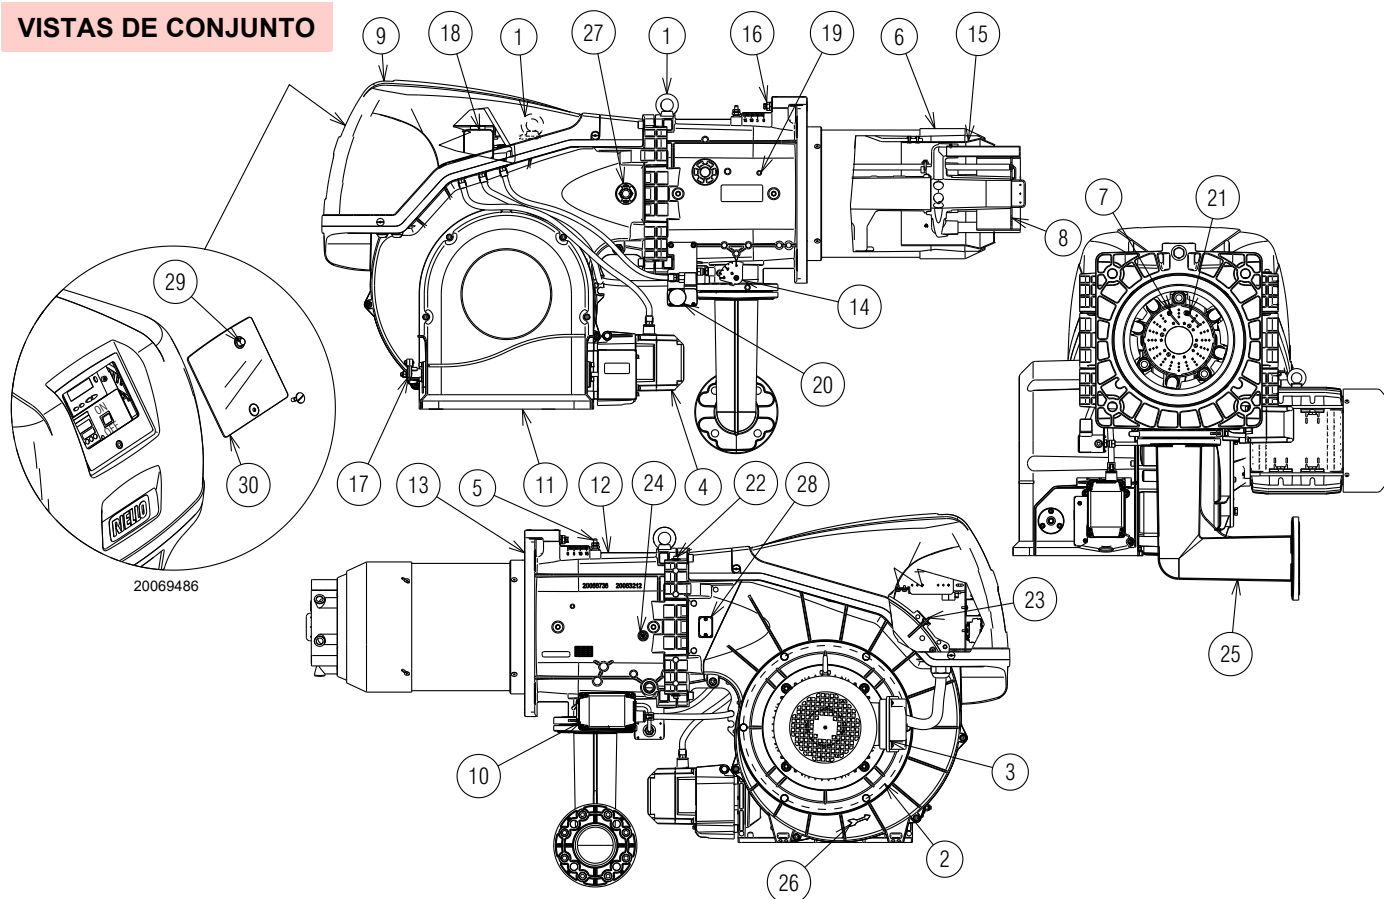

Fig. 4
- (1) Condiciones de referencia: Temperatura ambiente 20°C - Temperatura gas 15°C - Presión barométrica 1013 mbar - Altitud 0 m s.n.m.
(2) Presión en el conector hembra del presostato 5)(Fig. 4 en la pág. 12) con presión cero en la cámara de combustión y a la potencia máxima del quemador.
(3) Presión sonora medida en el laboratorio de combustión del fabricante, con quemador en funcionamiento en caldera de prueba, a la potencia máxima. La Potencia sonora se mide con el método "Free Field", previsto por la Norma EN 15036, y según una precisión de medición "Accuracy: Category 3", como se describe en la Norma EN ISO 3746.